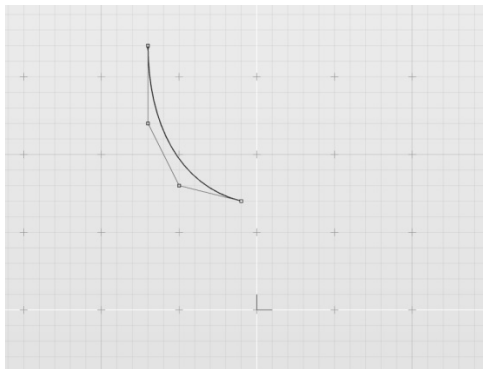

图 3-20 绘制一条 NURBS 曲线
1) 新建文档, 在前视图使用 NURBS 曲线工具  绘制一条曲线, 如图 3-20 所示。